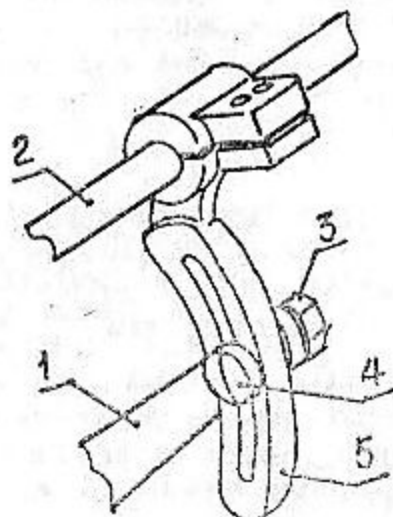

Рис. 9
6.11. Регулирование длины стежка (рис. 9)